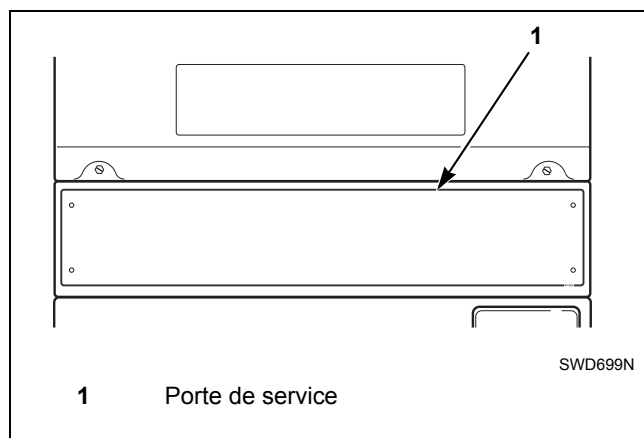

Figure 1
1. Ouvrir la porte de service. Se reporter à la *Figure 1*.